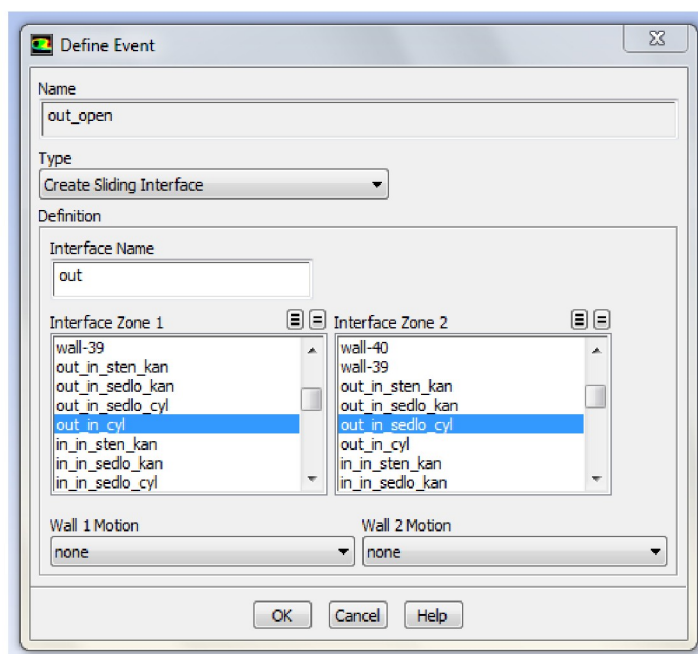

Рисунок 2.28 – Меню определения событий (*Define Event*)
- д) После этого следует нажать клавишу *Define* для открытия окна *Define Event* (рисунок 2.28).